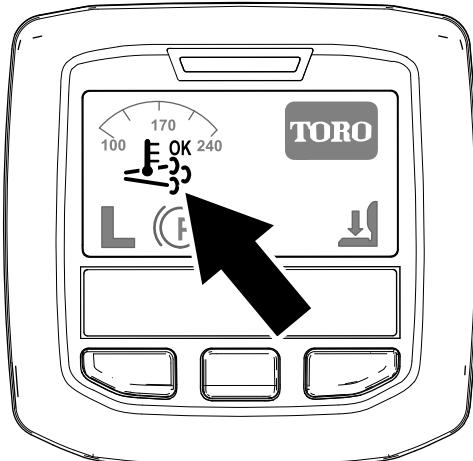

Bild 35
- Das Symbol für die unterstützte bzw. Rücksetzen-Regenerierung im InfoCenter angezeigt (Bild 35).